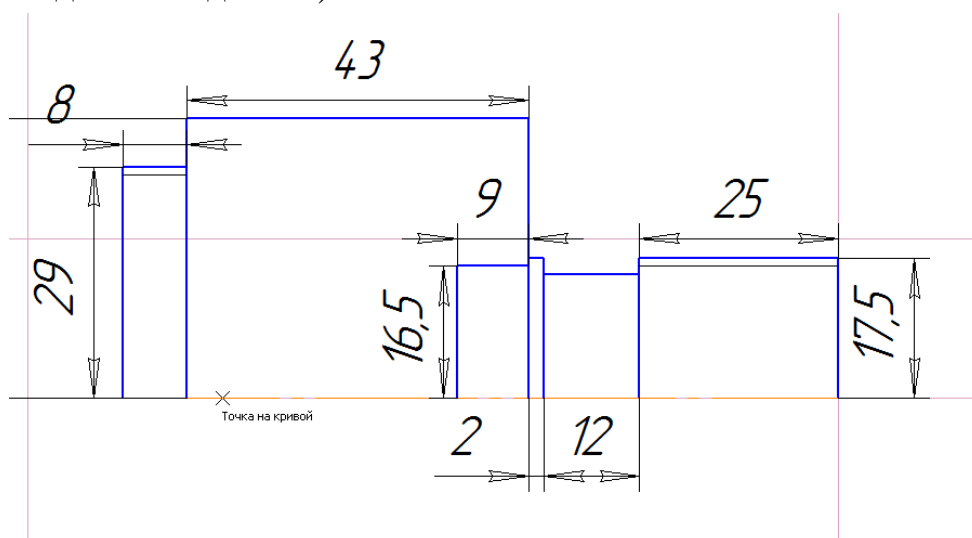

Рис. 6.4
5.6. Начертите прямоугольник высотой 29 мм и шириной 8 мм, который будет примыкать своим правым краем к левому краю большого прямоугольника, который построен в п.5.5. Внутри построенной фигуры, на расстоянии 1 мм от верхней границы добавьте тонкую линии шириной 8 мм. На данном этапе чертеж должен выглядеть следующим образом (на рис. 6.4 размеры приведены для наглядности).